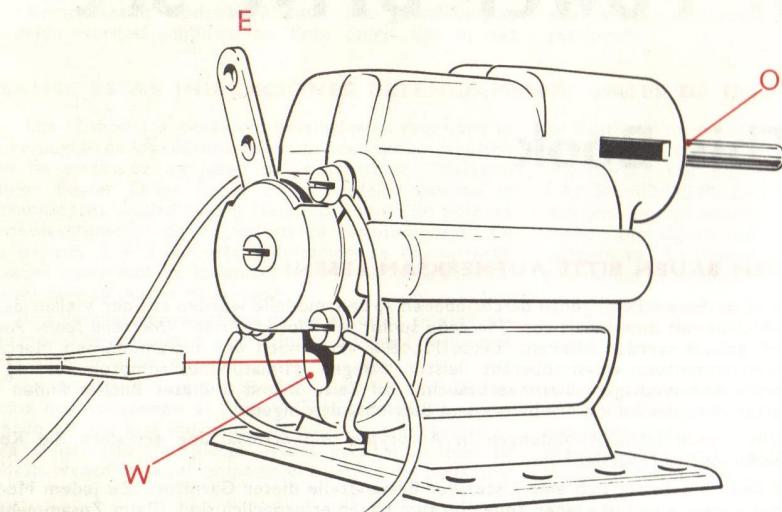

Fig 1
The motor is designed so that brushes can be replaced. Instructions for replacement of brushes are illustrated in figs. 1 and 2 on opposite page. (W) indicates access hole for screwdriver to brush assembly retaining screw. (Z) indicates recess in motor base for removal or replacement of brush assembly.
Oil occasionally at point 'O', (see Fig. 1).
Le moteur est conçu de façon que les carbons puissent être changés: les instructions vous sont données sur les figures 1 et 2, au verso. La figure (W) montre comment vous pouvez accéder, avec un tournevis, à la vis de fixation des porte-carbons. La figure (Z) montre un renforcement de la base du moteur pour ôter ou changer les port-carbons.
Huilez de temps en temps au point "O" (Voir Fig. 1).
Bei Punkt O gelegentlich Öl einfüllen. (Siehe Abb. 1).
Van tijd tot tijd bij punt 'O' licht smeren. (zie fig. 1).
Motorn är så konstruerad att kolen lätt kan bytas ut. Hur man gör detta framgår av fig. 1 och 2 på motsatt sida. W visar hål för skruvmejsel att komma åt skruven som håller kollet. Z visar var man går in då man vill ta ur eller byta ut hållare med kol.
Oljas emellanåt vid punkt O, se fig. 1.